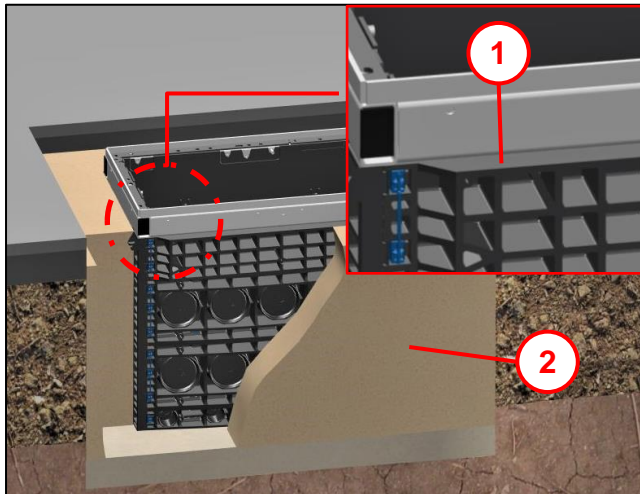

Abb. 31
- Baugrube mit verdichtungsfähigem Material **(3)** stufenweise nach ZTV A-StB 12 (bzw. ZTV E-StB 09) bis **Auflagefläche Koprahmen (2)** verfüllen (siehe auch Abb. 31).